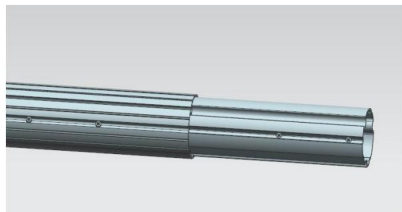
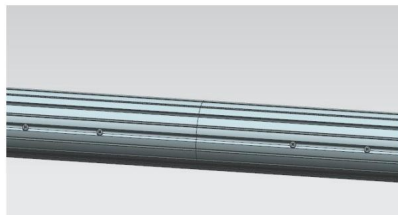

Rysunek C8
Rysunek C9
3.3 Zdejmij dolne wsporniki z ramion, umieść je w dolnej pozycji montażowej za pomocą aluminiowych płyt, przymocuj je śrubą C i śrubą D (rysunek C8). Następnie zamontuj ramię do wspornika, przymocuj górne wsporniki również śrubą C i śrubą D. Upewnij się, że oba ramiona są na tej samej wysokości. (rysunek C9)